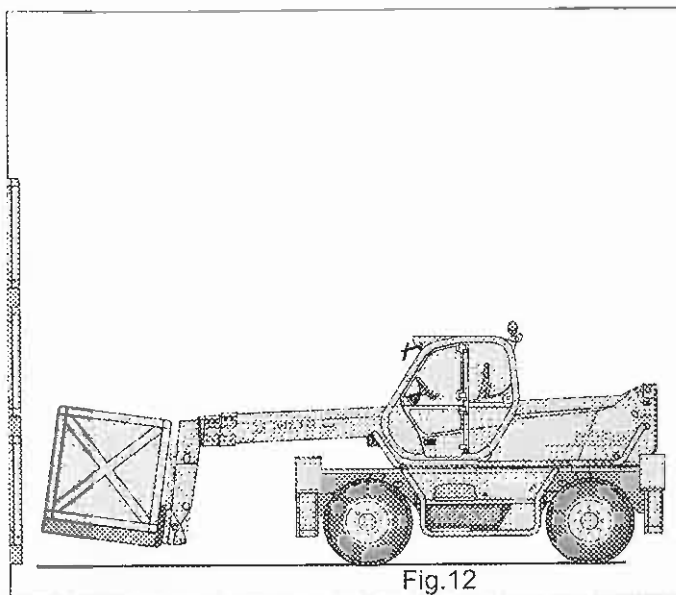

Fig.12
- die Maschine an den Bereich, in dem die Last abgesetzt werden soll annähern und in Transportposition bringen (Abb.12)